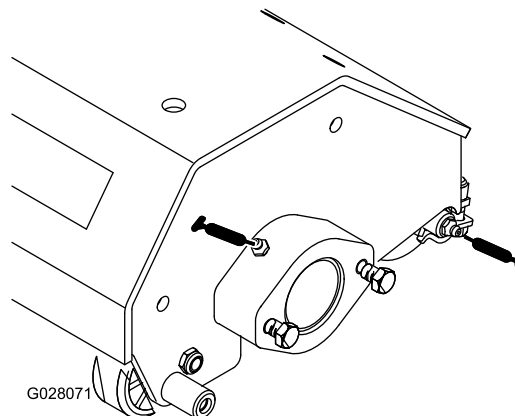

Figura 11
2. Aplique massa nos rolamentos do eixo do arranca-gramos e nos rolamentos do rolo traseiro (Figura 11) até sentir pressão.